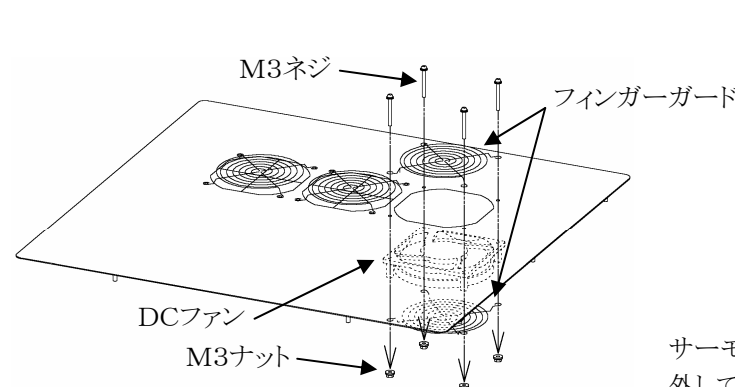

図18 ファンの取付け
- ④ ファンをファンパネルから外します。(図18)
- ⑤ 新しいファンを取付け、＋を間違えないように端子台に接続します。
- ⑥ ユニットカバーを取付け、ファンパネルを本体に取付けます。